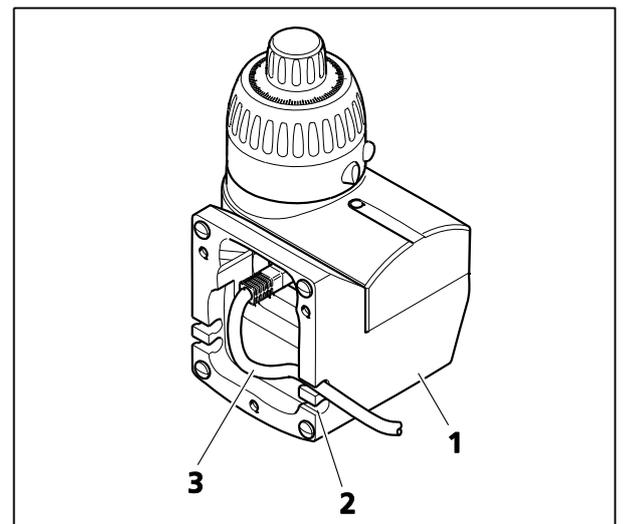

Fig. 11 Connexion du câble CAN RJ 45 au MaRC avec la base de table
- Brancher le câble CAN RJ 45 (Fig. 11/3) à l'un des deux ports du bus CAN de la MaRC (par la face cachée de la base de la table, Fig. 11/1) et connecter à la commande de mise au point motorisée.
- Tirer le câble CAN RJ 45 vers l'extérieur par l'une des deux découpes (droite ou gauche, Fig. 11/2).